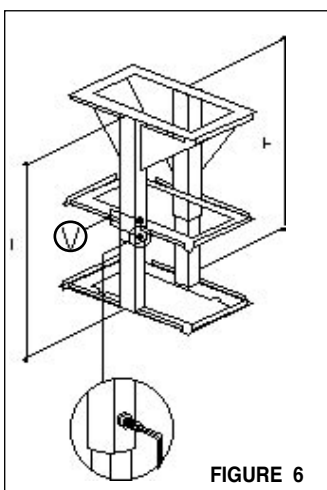

FIGURE 6
Régler la hauteur du support en desserrant les quatre vis (V), tel qu'il est indiqué à la **FIGURE 6**. Le bas de la hotte sera à environ 10 1/4 po sous le bas du support. S'assurer que les quatre vis soient serrées fermement avant d'installer la hotte. Pour éviter tout dommage, le support doit être réglé AVANT d'installer la hotte.